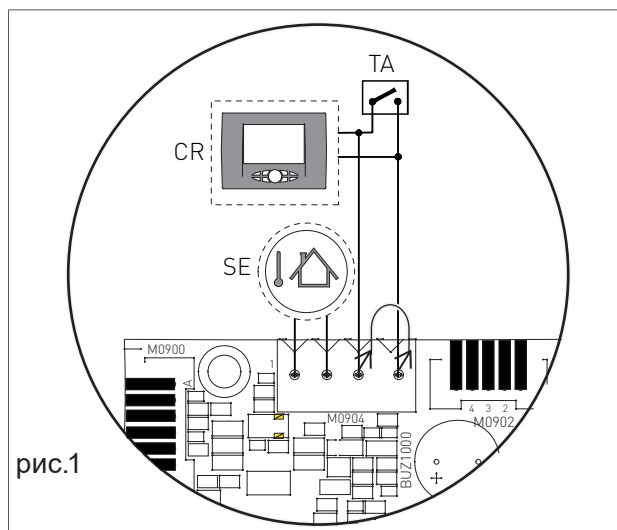

рис.1
- Для датчика температуры наружного воздуха подсоедините два неполяризованных провода к контактам клеммной колодки M0904 (см. SE, рис. 1).
- Для термостата рабочей среды или дистанционного управления сначала снимите мост с контактов клеммной колодки M0904, а затем подсоедините два неполяризованных провода термостата рабочей среды или дистанционного управления (см. TA или CR, рис. 1).